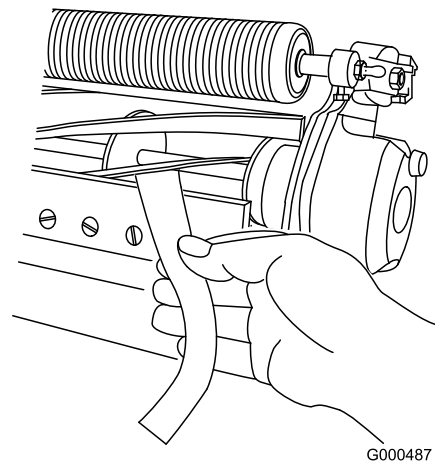

Figura 18
3. Pruebe el rendimiento de corte insertando una tira larga de papel de prueba del rendimiento de corte (Pieza Toro N° 125-5610) entre el molinete y la contracuchilla, perpendicular a la contracuchilla (Figura 18). Gire el molinete **lentamente** hacia adelante; debe cortar el papel.